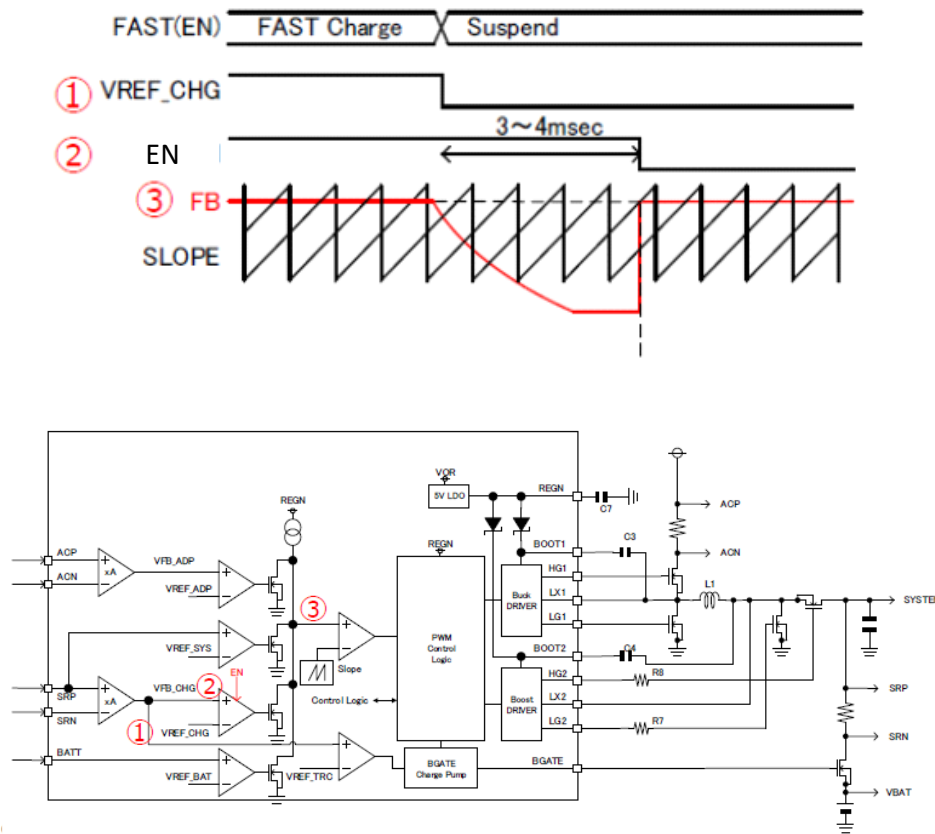

Figure 12-1. VSYS 電圧ドロップのメカニズム(FAST 充電終了タイミングチャートと充電ブロック図)
充電停止時にはバッテリーへのラッシュ電流を防ぐために、Figure 12-1 のタイミングチャートの様に充電電流制御アンプの Enable (EN) を 3~4ms 遅らせているため、その間アンプの VFB_CHG = VREF_CHG = 0 となり、アンプのオフセット状態により FB が引き抜かれるため DCDC が停止し、VSYS 電圧がドロップします。